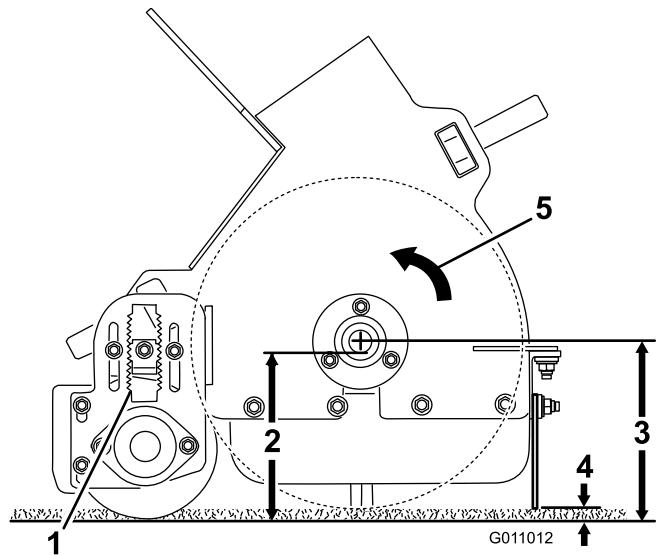
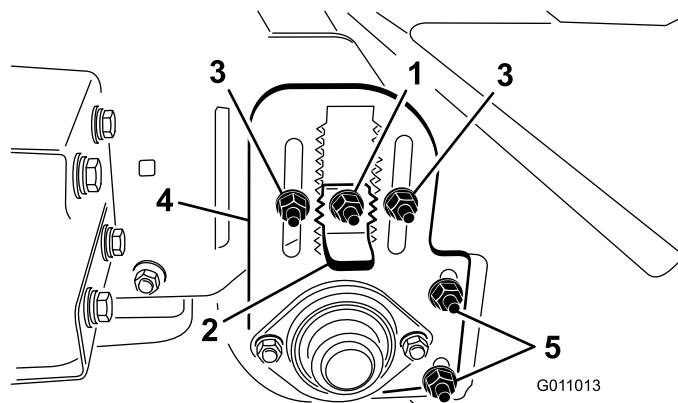

Figura 20
Figura 21
Per ulteriori informazioni sulle impostazioni consigliate della macchina fate riferimento a Figura 20 e Figura 21.
3. Allentate il dado di bloccaggio sulla chiave di regolazione dell'altezza (Figura 21) in modo da estrarlo di 13 mm circa.
4. Allentate i dadi di bloccaggio della regolazione dell'altezza del rullo (Figura 21).
5. Estraete la chiave di regolazione dell'altezza e alzate o abbassate il rullo posteriore facendo scorrere la piastra di regolazione dell'altezza del rullo fino all'altezza richiesta (Figura 21).
Controllate e assicuratevi che il raschiarulli (Figura 21) sia regolato in modo che tra di esso e il rullo vi sia una luce di 2 mm. Allentate i dadi di regolazione del raschiarulli, posizionate il rullo come opportuno e serrate i dadi.